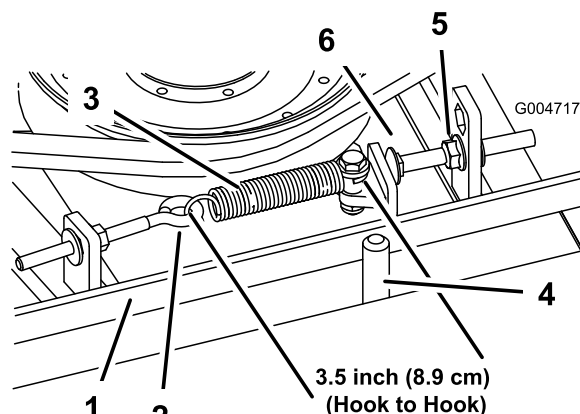

Figura 64
tonda) fino ad ottenere un gioco di $3 \text{ mm} + 1,5/-0 \text{ mm}$ tra la testa del bullone ed il braccio di rinvio (Figura 64).
Nota: Verificate che la cinghia si trovi dal lato molla del guidacinghia (Figura 64).
2. Allentate il bullone ad occhio per consentire la rimozione della molla di prolunga (Figura 64).
3. Allentate il dado flangiato che fissa il bullone di arresto alla linguetta di montaggio. Allentate il dado quanto basta per consentire al braccio di rinvio di oltrepassare il bullone di arresto (Figura 64). Allontanate la puleggia tendicinghia dalla cinghia in modo da allentare la tensione della cinghia.
8. Ricollegate la molla di prolunga (Figura 64) al bullone ad occhio e tendete la cinghia come segue: